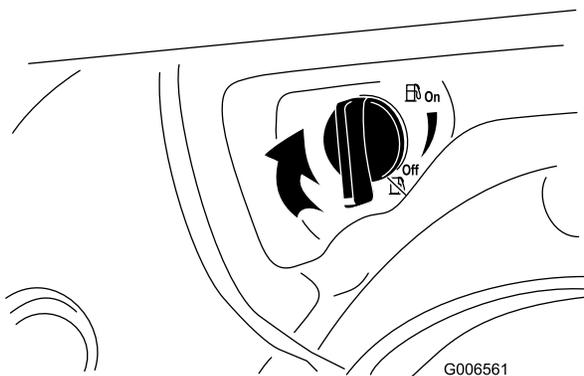

Figure 28
- Fermez le robinet de carburant en le tournant dans le sens horaire (Figure 28).